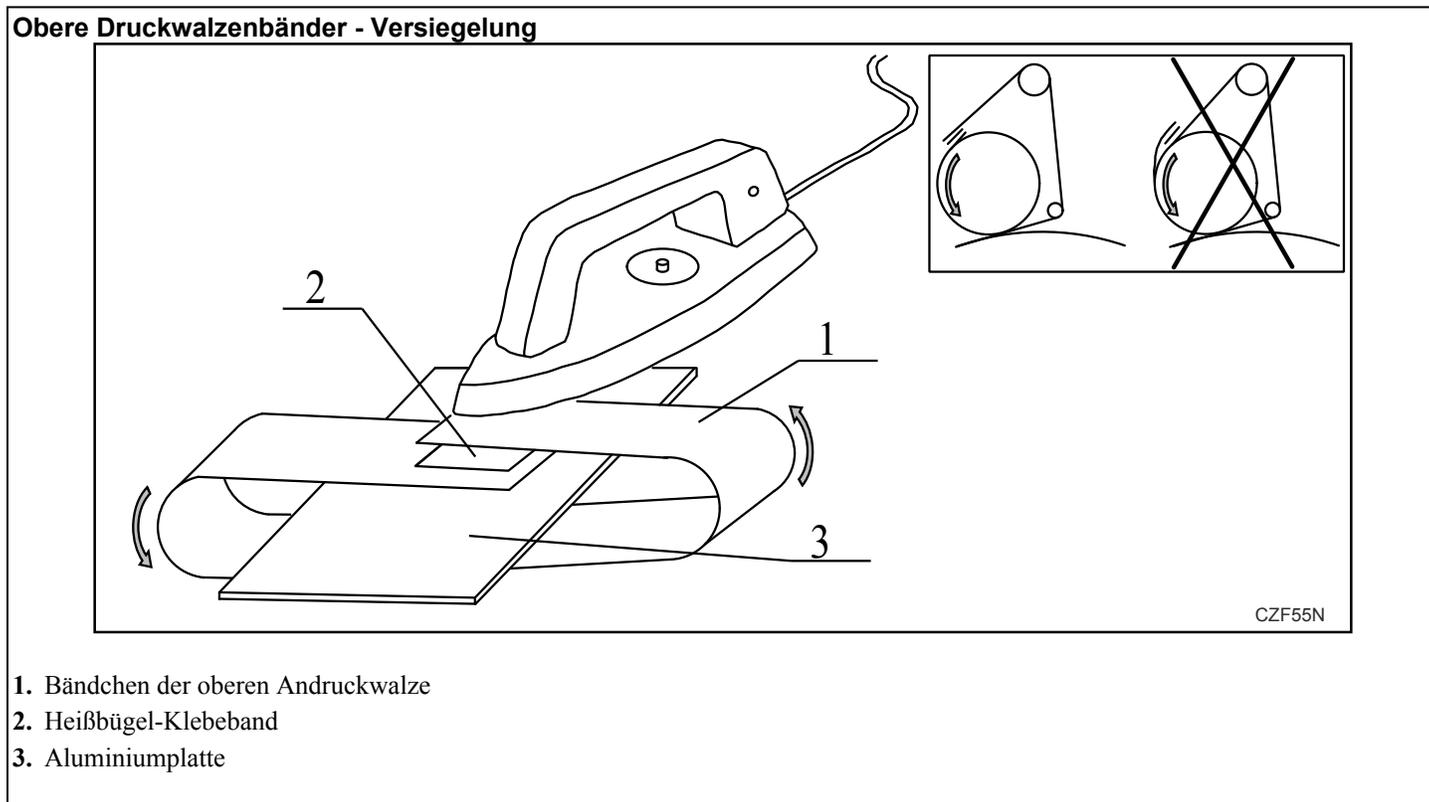

Abbildung 45
2. Lösen Sie die Schrauben (3). Führen Sie dann den Spannvorang durch, indem Sie einen Schlitzschraubendreher in den Schlitz (4) einführen. Üben Sie gleichzeitig leichten und auf beiden Seiten gleichmäßigen Druck auf den Tisch (2) in Richtung P aus.
3. Die Schrauben (3) werden festgezogen und es wird eine Kontrolle der Spannung durchgeführt.
- Der Betriebszustand der Bändchen sollte in den in Kapitel *Reinigen der Maschine - Inspektionsintervalle* angegebenen Intervallen überprüft werden. Fehlende Bändchen müssen ersetzt werden. Neue Bändchen können in einer Notsituation mit einem Knoten verbunden werden. Die Knoten werden jedoch in die Polsterung der oberen Andruckwalze eingepresst und als Folge in die gebügelte Wäsche. Der Hersteller empfiehlt deshalb die Originalmethode zum Verbinden der Bändchen - Klebstoff (siehe *Abbildung 45*) zu verwenden.